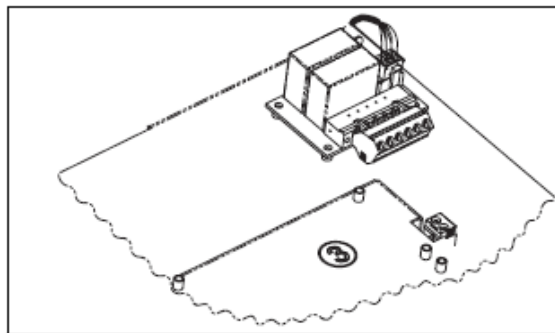

Fig. 112 安全停止选件卡的连接
- 数字输入端的高电平（见图 112，端子 9 是使能端）。对数字输入端的设置，请参见第 112 页第 11.6.2 节。